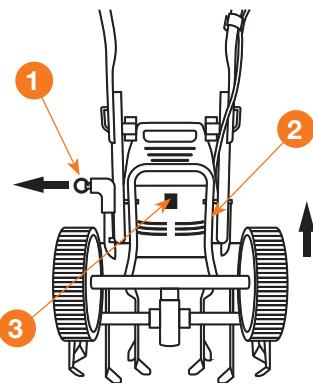

Рис. 20
1. Для перевода колес из транспортировочного режима в рабочий, вытяните стопорное кольцо ① и поднимите колесную раму ② в верхнее положение, зафиксировав её за кнопку блокировки ③ (Рис. 20).